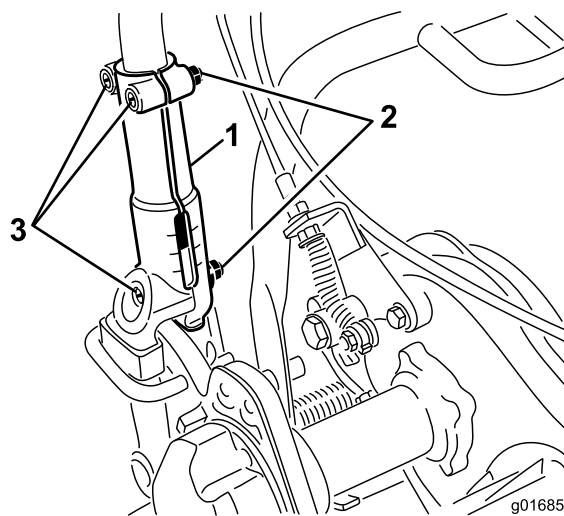

Рисунок 23
1. Ослабьте 3 каретных болта и гайки, которые фиксируют в зажимах каждую сторону ручки (Рисунок 23).